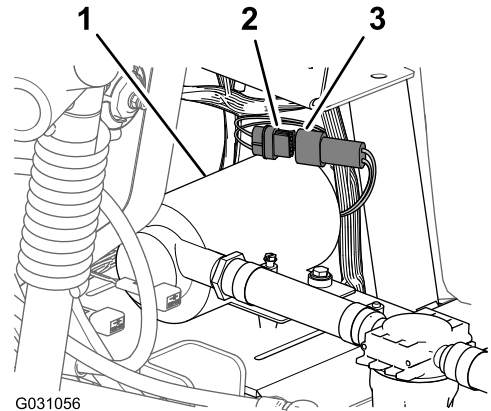

Bild 147
1. Schließen Sie den 6-Stift-Stecker des Kabelbaums der Spülpumpe vom 6-Buchsen-Stecker des hinteren Hauptkabelbaums ab (Bild 147).